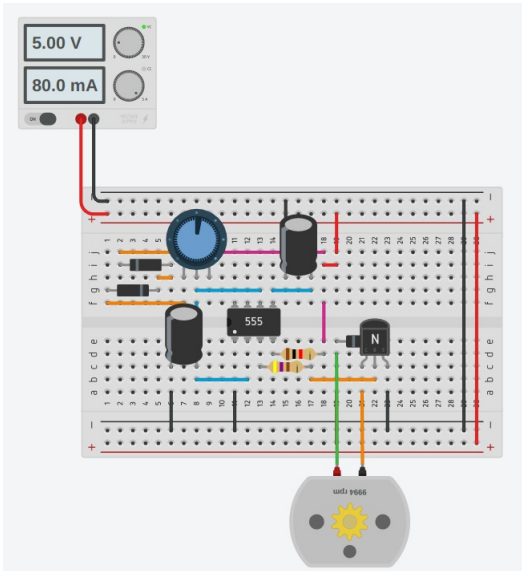

Figura 6: Construcción de un modulador de ancho de pulso
- El circuito de la figura 6 se realiza generando ondas rectangulares, y comparándolas luego con una tensión continua de control, que podemos inyectar desde otro circuito, es un tipo de señal de voltaje utilizada para enviar información o para modificar la cantidad de energía que se envía a una carga. Esta acción tiene en cuenta la modificación del proceso de trabajo de una señal de tipo periódico. Puede tener varios objetivos, como tener el control de la energía que se proporciona a una carga o llevar a cabo la transmisión de datos.